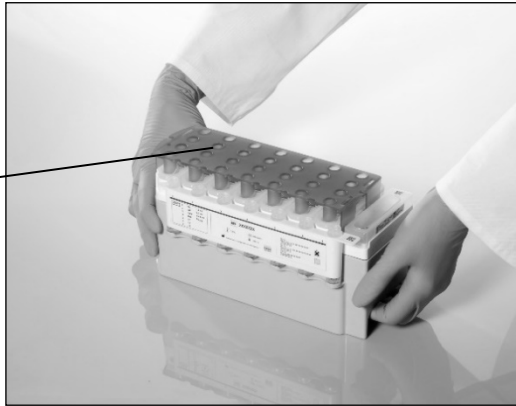

図 3. 試薬カートリッジ (RC) の簡単なワークテーブル配置。
作業を開始する前に、磁性粒子が完全に再懸濁していることを確認してください。試薬カートリッジフレームから磁性粒子槽を取り外し、3 分間以上激しくボルテックスし、初めて使用する前に試薬カートリッジフレームに戻します。試薬カートリッジ (RC) を試薬カートリッジホルダー内に取り付けます。空の酵素ラック (ER) を試薬カートリッジホルダー内に取り付けます。試薬カートリッジ (RC) を初めて使用する前に、試薬カートリッジ (RC) の上にピアシング蓋 (PL) を取り付けます (図 3)。